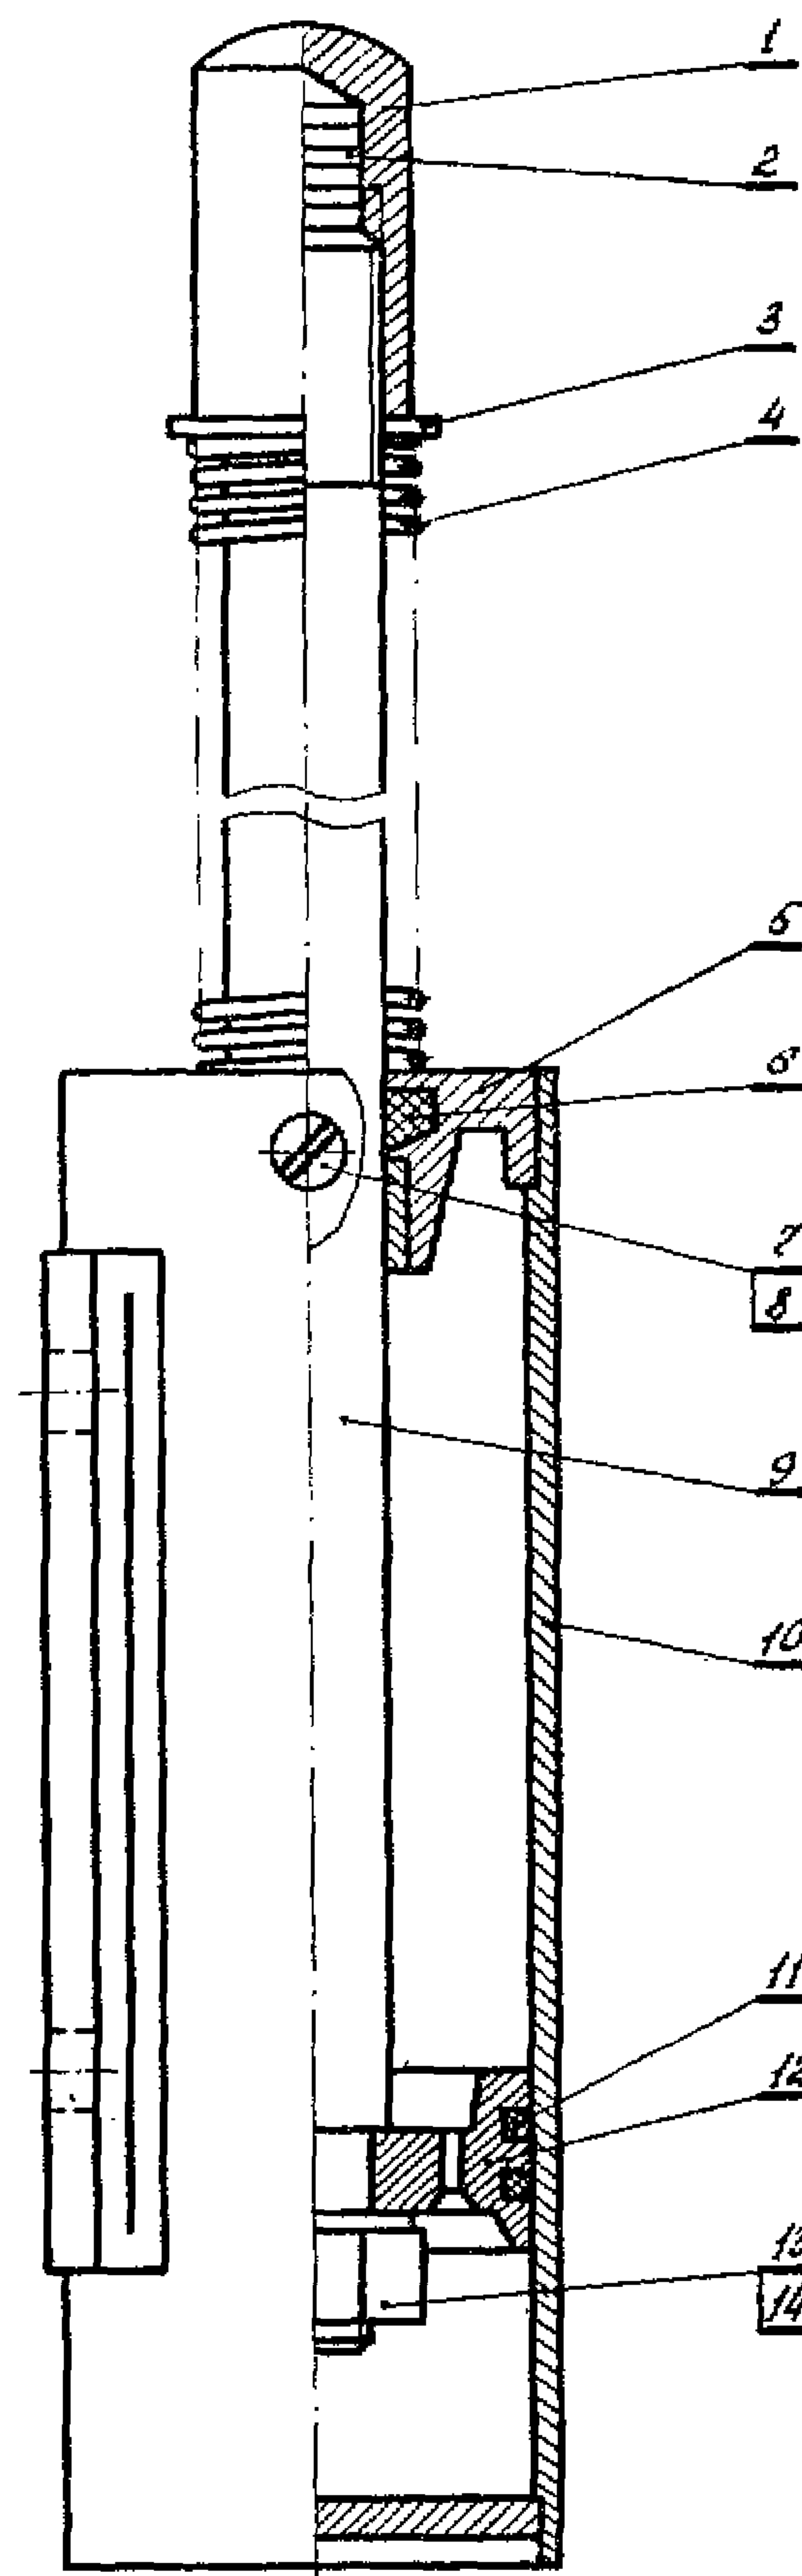

Рис. 10. Буфер:
07.2. Отвинтить наконечник 1 со штока 9 (рис. 10).
10.3. Отрегулировать дополнительный запас хода штока буфера 16 (см. рис. 1), который должен быть 12-15 мм. Регулировка производится наконечником 1 (см. рис. 10) и вложенными в него шайбами 2. В отключенном положении отделителя резиновый буфер должен упираться в кронштейн 7 (см. рис. 8).